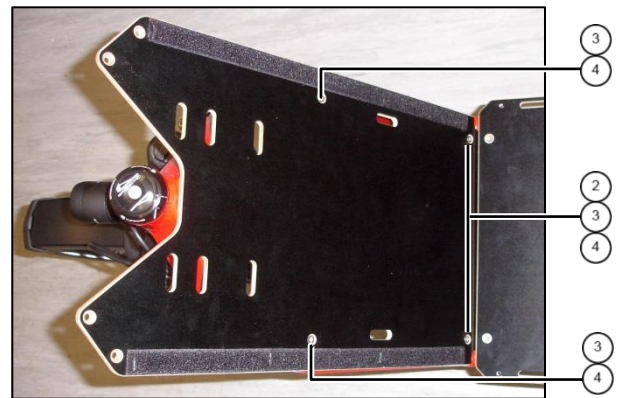

Abb. 4: Frontplatte
4. 2 Kunststoffspacer 6x15x5 ^② positionieren. Frontplatte mit 4 Schrauben M5x25 ^③ und 4 Muttern ^④ befestigen (Abb. 4).